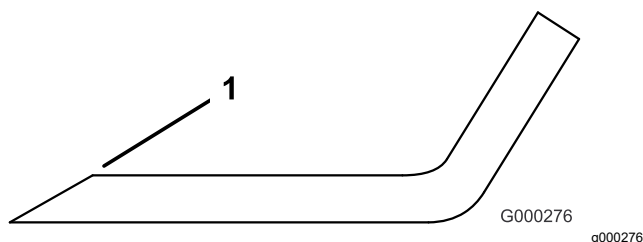

Figure 73
1. Au moyen d'une lime, aiguisiez les tranchants aux deux extrémités de la lame (Figure 73).
**Remarque:** Si la lame est déséquilibrée, limez un peu l'extrémité de l'ailette seulement (Figure 73).